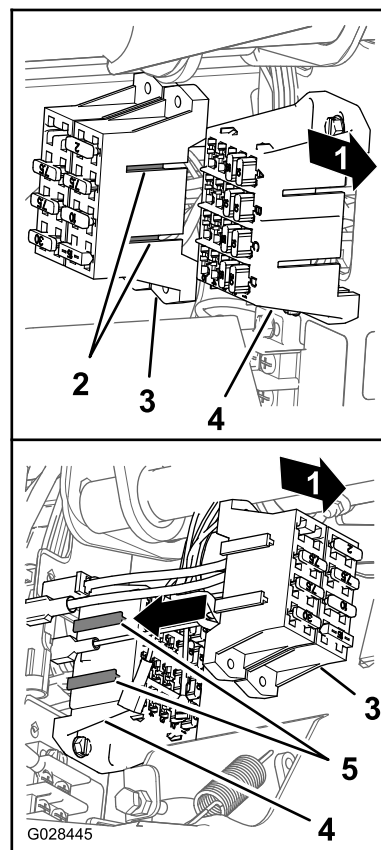

Figura 24
4. Aliniați fittingurile în T de pe blocul de siguranțe al pulverizatorului la fantele în T ale blocului de siguranțe al mainii și glisați blocul de siguranțe al pulverizatorului în fante până când blocul de siguranțe este complet așezat (Figura 24).